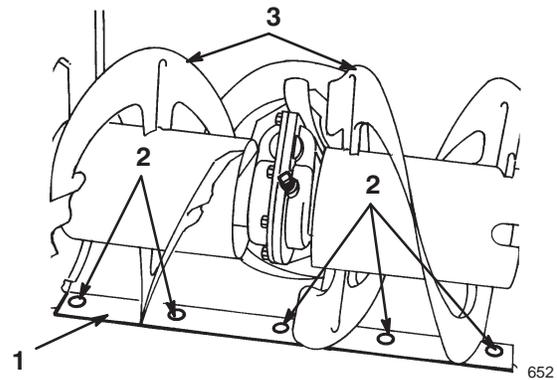

Bild 20
6. Stützen Sie die **Schneckenblätter** so ab, dass sie 3 mm vom Boden entfernt sind (Bild 20).
8. Lösen Sie zur Einstellung der Schürfleiste die fünf Schrauben (Bild 20), richten die Leiste aus und ziehen die Befestigungsschrauben wieder fest.